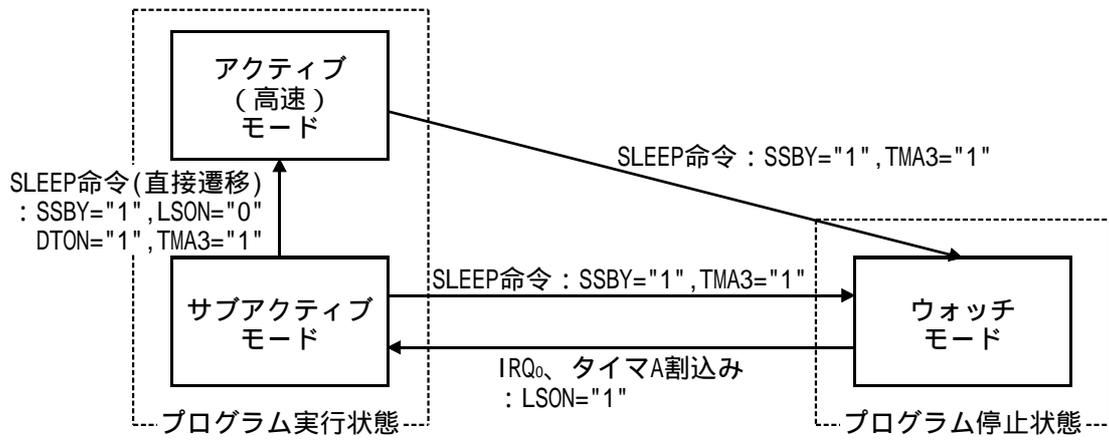

図2 ウォッチモードへの遷移におけるモード遷移図
<p>(1) 本タスク例では、低消費電力モードのウォッチモードへの遷移を行ないます。図2にウォッチモードへのモード遷移図を示します。以下にウォッチモードの機能の説明を示します。</p> <ul style="list-style-type: none"> ・アクティブモード、サブアクティブモードでSYSCR1のSSBYが"1"、TMAのTMA3が"1"のときSLEEP命令を実行すると、ウォッチモードへ遷移します。 ・ウォッチモードでは、タイマA以外の内蔵周辺機能は動作を停止します。 ・規定の電圧が与えられている限り、CPUと一部の内蔵周辺機能の内部レジスタ、および内蔵RAMの内容は保持され、I/Oポートは遷移前の状態を保持します。 ・ウォッチモードの解除は、割込み（IRQ₀、タイマA）、RES端子入力によって行われます。 ・割込みによる解除は、タイマA割込み、またはIRQ₀割込み要求が発生するとウォッチモードで解除され、SYSCR1のLSONとSYSCR2のMSONの組み合わせで、LSON="0"かつMSON="0"のときはアクティブ（高速）モードに、LSON="0"かつMSON="1"のときはアクティブ（中速）モードに、LSON="1"のときはサブアクティブモードに遷移します。 ・アクティブモードに遷移するときは、SYSCR1のSTS2～STS0により設定した時間が経過した後、安定したクロックがLSI全体に供給され、割込み例外処理を開始します。 ・CCRのIビットが"1"の場合、あるいは割込み許可レジスタにより当該割込みの受け付けが禁止されている場合は、ウォッチモードは解除されません。 ・RES端子による解除は、RES端子を"Low"レベルにすると、システムクロックの発振が開始されます。発振安定時間経過後、RES端子を"High"レベルにすると、CPUはリセット例外処理を開始します。 ・システムクロックの発振開始と同時にLSI全体にシステムクロックが供給されます。 ・RES端子は、必ずシステムクロックの発振が安定するまで、"Low"レベルを保持しなければなりません。 ・本タスク例では、ウォッチモードの解除にタイマA割込みを使用します。なお、ウォッチモードの解除後はサブアクティブモードへ遷移させます。 ・サブアクティブモードでSYSCR1のSSBYを"1"、LSONを"0"、SYSCR2のMSONを"0"、DTONを"1"、TMAのTMA3を"1"にセットした状態でSLEEP命令を実行すると、ウォッチモードを経由し、SYSCR1のSTS2～STS0により設定された時間を経過した後、直接、アクティブ（高速）モードに遷移します。 ・サブアクティブモード解除後の発振安定時間は、SYSCR1のSTS2～STS0により設定します。発振安定時間は、10ms以上となるように設定しなければなりません。 ・本タスク例では、動作周波数に5MHzを使用しているため、発振安定時間を13.1072msに設定しています。